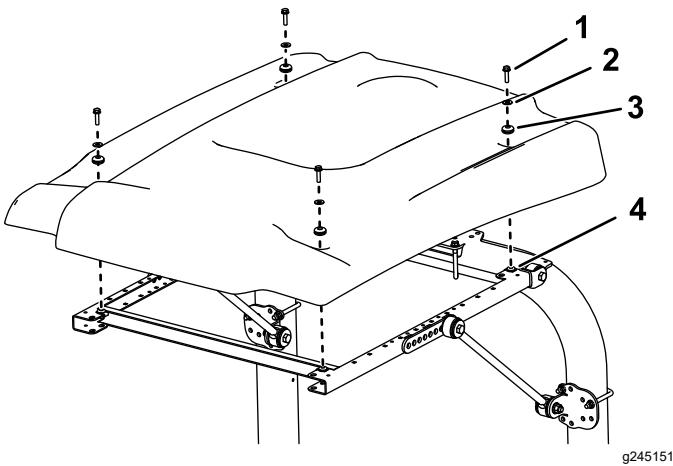

Bild 45
9. Positionieren Sie das Sonnendach beim Ausfluchten der Befestigungslöcher am Rahmen wie in **Bild 45** abgebildet.
10. Befestigen Sie jede Ecke des Sonnendachs mit einer Bundkopfschraube (5/16" x 1 1/4"), einer kleinen Scheiben und einer Scheibe lose am Rahmen (Bild 45).